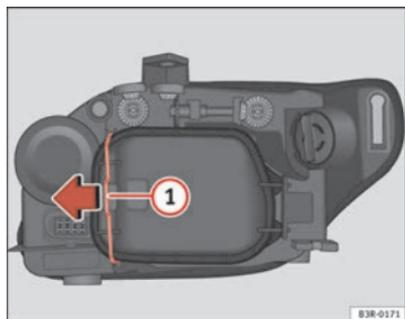

Fig. 194 Feux de croisement
Bien que ce ne soit pas nécessaire, retirez préalablement le couvercle rigide → page 279, fig. 194; il facilite le remplacement de l'ampoule de direction. ■
- Déplacez le tirant ⇒ fig. 194 ① dans le sens de la flèche et retirez le couvercle rigide en séparant d'abord le côté du tirant et en ôtant ensuite les deux languettes de l'autre extrémité du couvercle.